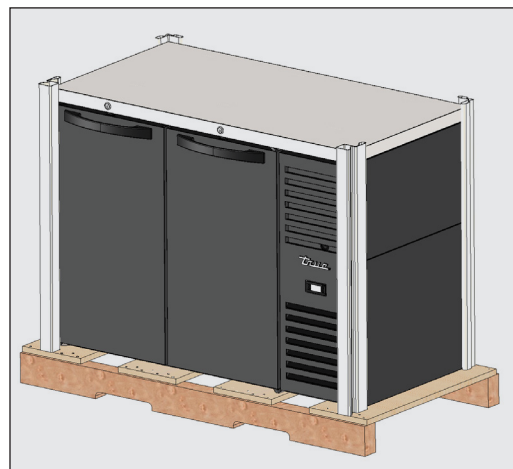

Fig. 1. Retire el embalaje exterior.
1. Retire el embalaje externo (cartón, plástico de burbujas o esquinas de poliestireno extruido y plástico transparente). Véase la fig. 1. Verifique que no haya daños ocultos. De haberlos, efectúe inmediatamente la debida reclamación ante la empresa de transporte que hizo la entrega.